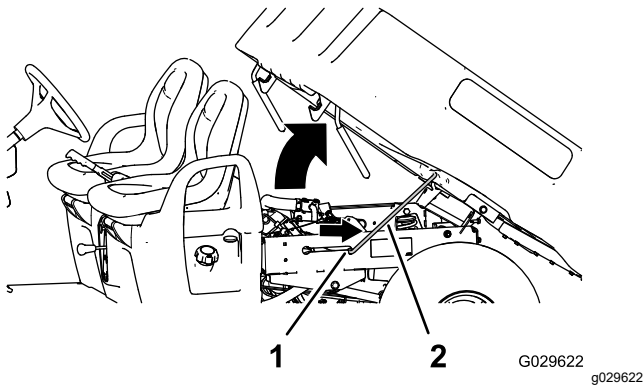

Figure 13
2. Placez la béquille de maintien dans la fente de verrouillage pour bloquer le plateau en position (Figure 13).
2. Tirez la béquille hors de la fente de verrouillage (Figure 13).
3. Abaissez le plateau jusqu'à ce qu'il se verrouille fermement en place (Figure 13).